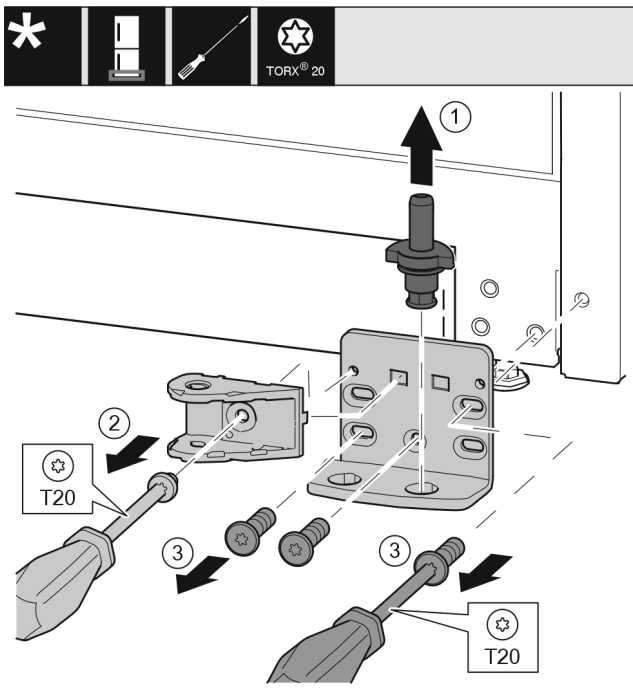

Fig. 40 *
- Nxirrni jashtë komplet bulonin e rrotullimit Fig. 40 (1) nga lart.*
- Lironi vidën Fig. 40 (2) me një kaçavidë dhe hiqni lidhjen e amortizatorit të mbylljes.*
- Lironi vidat Fig. 40 (3) me një kaçavidë dhe hiqni bazamentin mbështetës.*